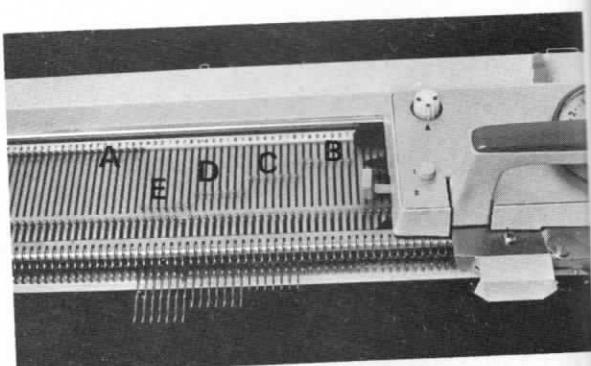

Fig. 18
**Nota:** Todas las posiciones aquí indicadas se refieren a las posiciones de los talones de las agujas (Fig. 18).
**Posición M:** (Fig. 21 A) Cuando los botones MAS son regulados sobre esta posición, las puntas de los desviadores salen del carro y apuntan hacia las agujas en posición-cero A (Fig. 21 A y 21 B), quiere decir que todas las agujas en una de estas posiciones B, C o D (ver Fig. 18) tejen mientras la palanca de recogida está situada sobre 2, las agujas en posición E tejen igualmente (Fig. 21 B). Los botones MAS deben estar siempre igualmente sobre «M» para el punto liso (Jersey).